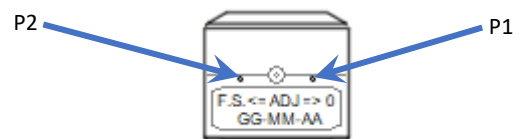

Fig. 3.
- Se la misura non è prossima a 0 ppm, nel caso sia collegato al data logger, o a 60 mV, se collegato al voltmetro, è necessario procedere alla regolazione del valore ruotando il trimmer P1 (vedi Fig. 3), accessibile dopo aver rimosso il grano di protezione con un piccolo cacciavite a taglio.
- Se la misura risulta diversa da 3 ppm, nel caso sia collegato al data logger, o a 300 mV, se collegato al voltmetro, è necessario procedere alla regolazione del valore ruotando il trimmer P2, accessibile dopo aver rimosso il grano di protezione (vedi Fig. 3) con un piccolo cacciavite a taglio. Qualora il riferimento fosse diverso da 3 ppm, utilizzare la seguente formula per calcolare il corrispondente valore in tensione:
- If the measurement is not close to 0 ppm, when connected to the data logger, or to 60 mV when connected to the voltmeter, it is necessary to adjust the value by turning the trimmer P1 (see Fig. 3), accessible after removing the protective screw with a small flat screwdriver.
- If the measurement is different from 3 ppm, in the case it is connected to the data logger, or 600 mV if connected to the voltmeter, it is necessary to adjust the value by turning the trimmer P2, accessible after removing the protective screw (see Fig. 3) with a small flat screwdriver.